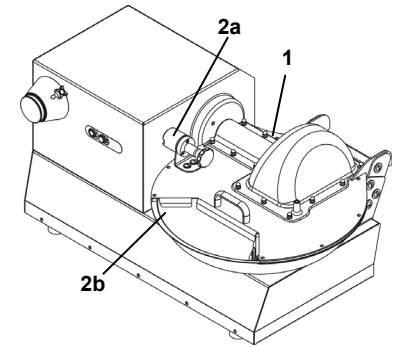

Fig. 1.8.1
Utile pour empêcher le contact accidentel des mains avec l'outil. (Fig. 1.8.1)
2. Microrupteurs (Fig. 1.8.1):